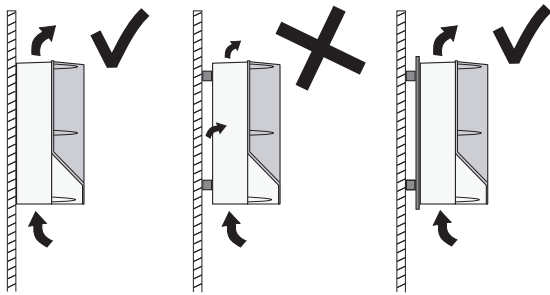

Fig. 4 L'armoire CUE est accrochée directement au mur ou fixée avec une plaque arrière.
- Accrocher l'armoire CUE directement au mur ou la fixer avec une plaque arrière. Voir fig. 4.